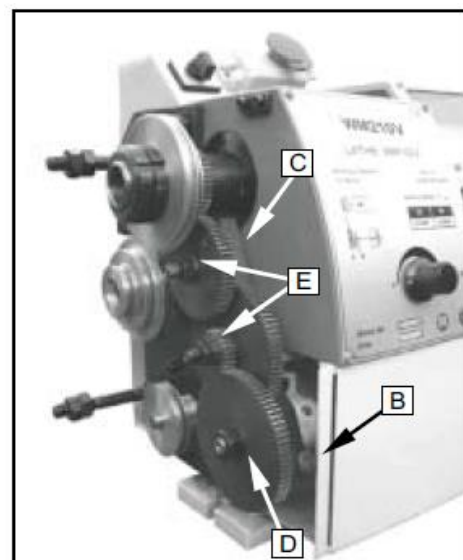

Рис. 19
3. Открутите стопорный винт (В, Рис. 19) на квадранте.
4. Переведите квадрант (С, Рис. 19) вправо.
5. Открутите болт (D, Рис. 19) от ходового винта или квадратные болты (Е, Рис. 19) от болтов квадранта, чтобы снять ЗК спереди.